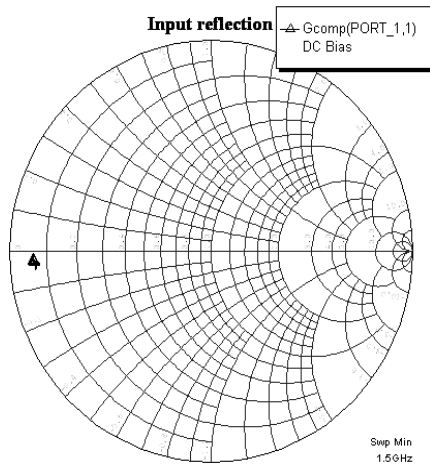

Рис. 3.14
3. Выберите в меню **Simulate>Analyze** или щёлкните по значку **Analyze** на панели инструментов. Результаты анализа отображаются на диаграмме Смита рис. 3.14.